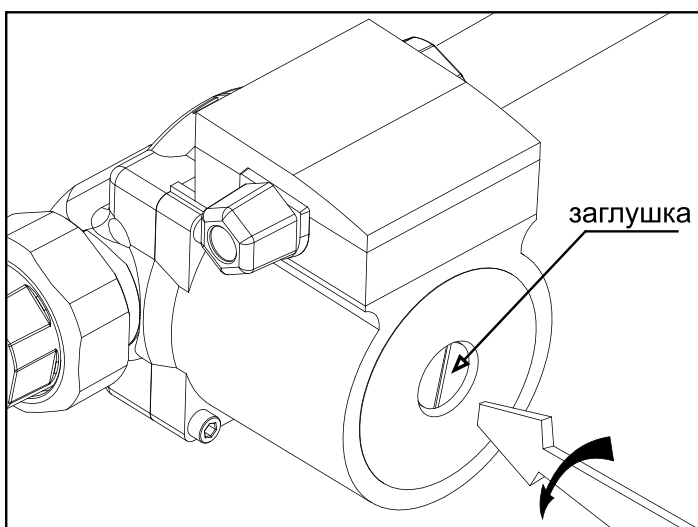

Рис.8 Удаление воздуха из насоса
- выкрутить винт и ослабить заглушку для удаления воздуха, защитив электрические части от попадания жидкости или пара **рис.8**;